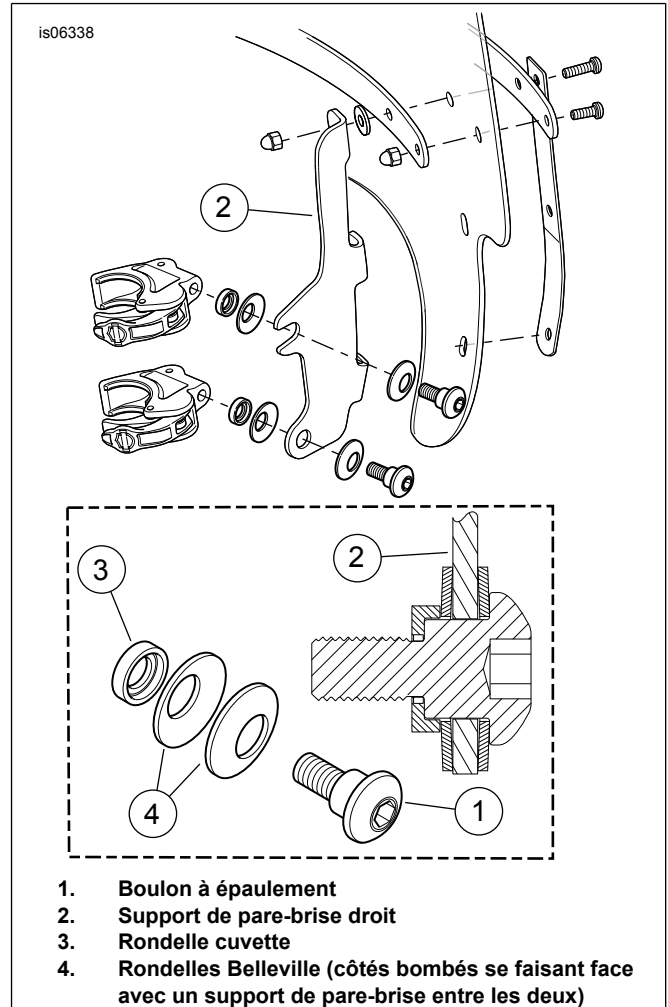

Figure 1. Brides de montage de pare-brise (côté droit illustré)
- Assembler sans serrer les ensembles de collier sur les supports de montage de pare-brise selon la séquence indiquée sous Figure 1.